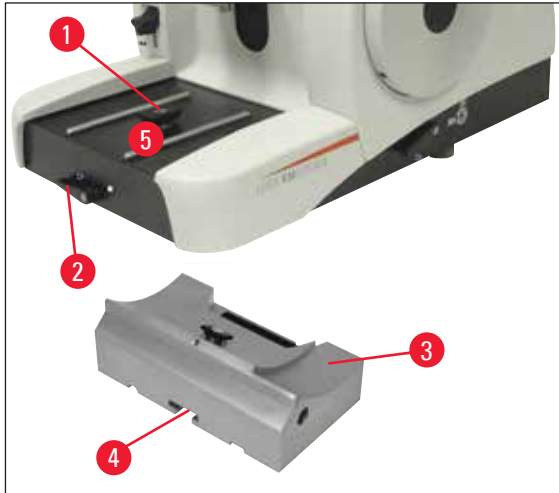

Fig. 12
- Soltar la palanca de sujeción delantera de la placa base del microtomo y desplazar la base portacuchillas con el portacuchillas hasta poco antes de tocar la muestra. Véase la (→ pág. 25 – Fig. 12) o la (→ pág. 41 – Fig. 30).